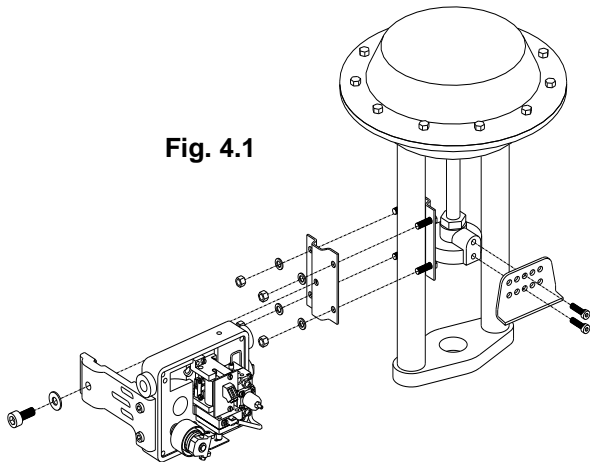

Fig. 4.1
1. Check Fig. 4.1 for correct orientation of positioner.
1. Kontrollera fig. 4.1 för korrekt orientering av lägesställaren. Anmärkning: Följande anvisningar förutsätter att lägesställaren skall